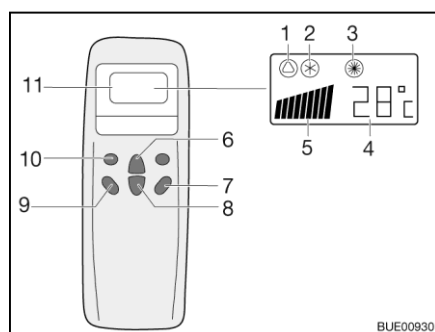
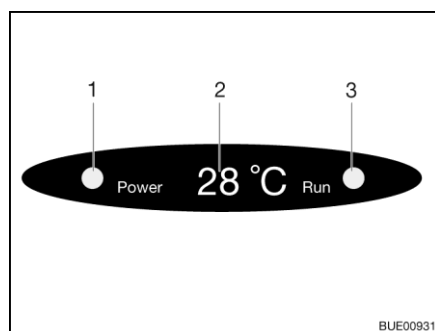

Fig. 154 Télécommande
Fig. 155 Affichage sur le diffuseur
Allumer : ■ Appuyer sur la touche "ON/OFF" (Fig. 154,7).
- Appuyer sur la touche "Mode" (Fig. 154,10) autant de fois que nécessaire pour que le mode de fonctionnement souhaité (Fig. 154,1, 2 ou 3) s'affiche à l'écran. Le voyant de contrôle correspondant s'allume sur l'écran du diffuseur (Fig. 155,3).
- Régler la température souhaitée avec les touches d'augmentation de la température (Fig. 154,6) ou de diminution de la température (Fig. 154,8).
- Sélectionner le niveau de ventilation souhaité à l'aide de la touche de vitesse du ventilateur (Fig. 154,9).
- Appuyer sur la touche "ON/OFF" (Fig. 154,7).